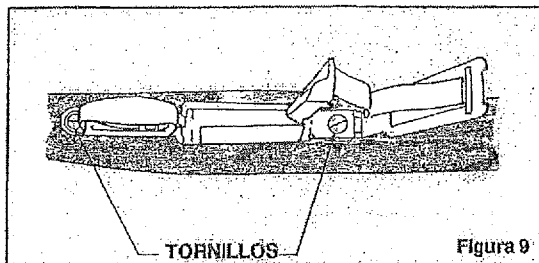

Figura 9
4. Retire los tornillos del guardamonte del gatillo. Vea la Figura 9.